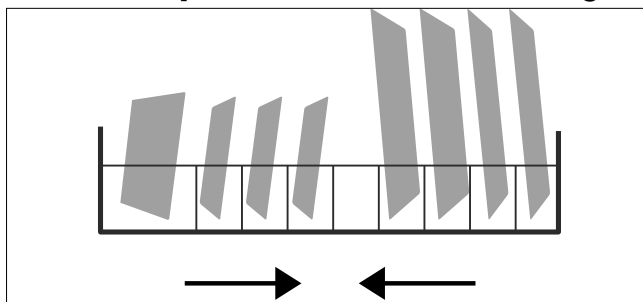

Fig. 16 – Caricamento del cestello per stoviglie
- Caricare il cestello per le stoviglie (6) come raffigurato nella **Fig. 16**. La freccia indica la direzione di inserimento.